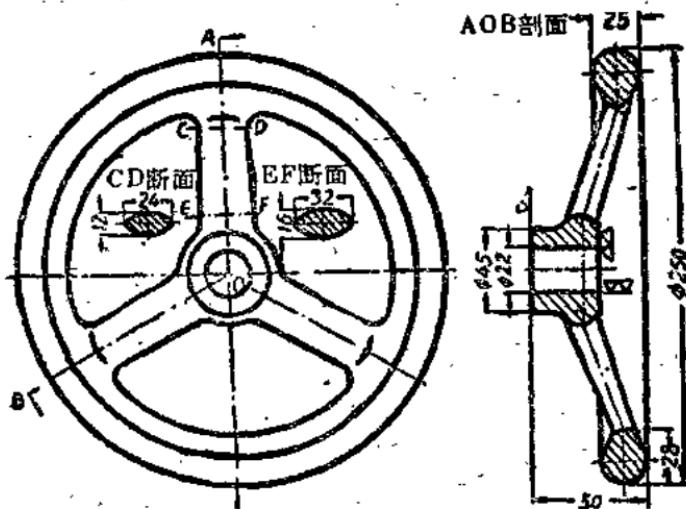

图 1-1
1. 大家知道在工厂里設計和制造是分工的。設計的人不可能把他所想造的机件的形狀和大小等条件用口头告訴制造的人，更不使用文字來說明，因为这样不但麻烦，講不清楚，也不可靠。很早以前就有人想出用图画来代替語文的办法，发展到現在，便成为“工程画”这門科学了。工程画中有一种專門为制造机器用的图，叫作“机械图”。机械图是一种用画图仪器按照投影方法和制图标准画出来的图，再配合着符号和注解，用来表示机器的形狀、大小、材料和加工方法。技术人員用机械图来表达設計思想，技术工人就照着它来制造或安裝机械，不再需要口头或文字來說明了。图 1-1 就是一張鑄鐵手輪的工作图，从左边的图可以看到它是圓的，有三根筋，中間有圓眼。从右边的图可以看到外徑是 250 公厘，內徑是 22 公厘，邊寬 25 公厘。图上作有三角形的部位，表示要求加工車光的程度。还有图上画的一些斜綫是表示把手輪剖开，看到內面的形狀，这些以后都要詳細講解，現在只想用它來說明什么是机械图。
2. 常用的机械图有两种。一种叫零件图，每組图只画一个零件，把它的形狀、大小和加工方法完全表示出来，是为制造和加工用的，图 1-1 就是这一种。另外一种图叫裝配图，一組內画出許多主要的零件，表示整个机器的構造和各零件間的位置、配合的方法和加工的关系，是为裝配用的，以后要詳細講。